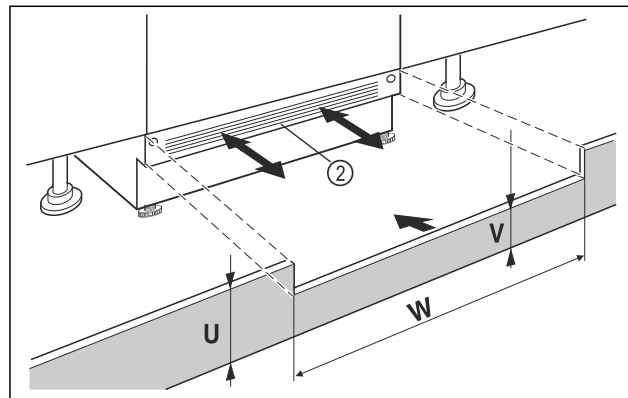

Fig. 65 Immagine a titolo di esempio
- Applicare lo zoccolo dell'apparecchio Fig. 65 (2) ma non fissarlo ancora.
- Se lo zoccolo è visibile Fig. 65 (2), tirarlo in avanti in modo tale che il bordo anteriore della griglia di ventilazione e lo zoccolo del mobile siano a filo.
- Se lo zoccolo è nascosto Fig. 65 (2) spingerlo completamente indietro.
- Verificare che le fessure di ventilazione siano completamente libere: Se necessario, tagliare lo zoccolo del mobile Fig. 65 (U)!
- ▷ Adattare, per la larghezza dell'area di incasso Fig. 65 (W), l'altezza del listello Fig. 65 (V) sotto lo zoccolo dell'apparecchio Fig. 65 (2).